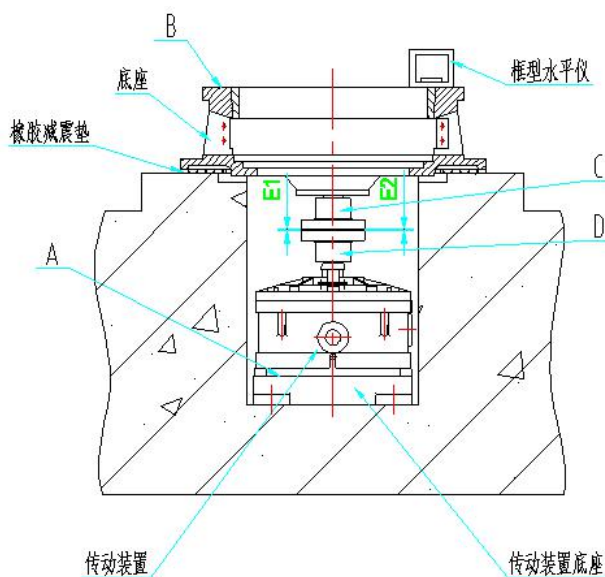

图7 安装橡胶防震垫示意图
- (2) 将传动装置安装在“A”平面上并用螺栓固定；
- (3) 底座“B”平面用框形水平仪校平，校准点可选择交叉十字线四点；
- (4) 在校准底座“B”平面前，应在底座下平面与水泥基础接触处以及底座和地脚螺栓连接处垫上橡胶防震垫；（见图7 安装橡胶防震垫示意图）
- (5) “C”“D”两半联轴器的不同轴度不得大于0.30毫米；
- (6) 两半联轴器中“E1~E2”处间隙应保持在5~8毫米范围内；
- (7) E1与E2的不平行度误差不得大于0.1毫米；
- (8) 磨机均采用柱销联轴节；